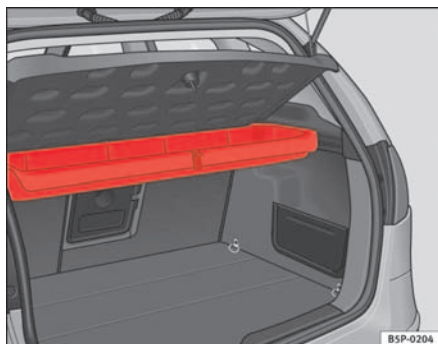
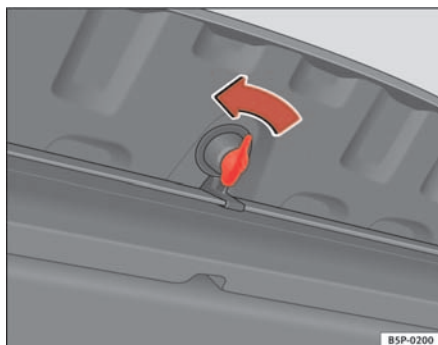

Abb. 119 Aufnahme für das Warndreieck unter der hinteren Ablage
Abb. 120 Öffnen des Ablagefachs
⇒ Abb. 119. Zum Öffnen dieses Ablagefachs drehen Sie den Verschluss um 90° ⇒ Abb. 120.
- Zum Öffnen dieses Ablagefachs drehen Sie den Verschluss um  $90^\circ \Rightarrow$  Seite 151, Abb. 120.